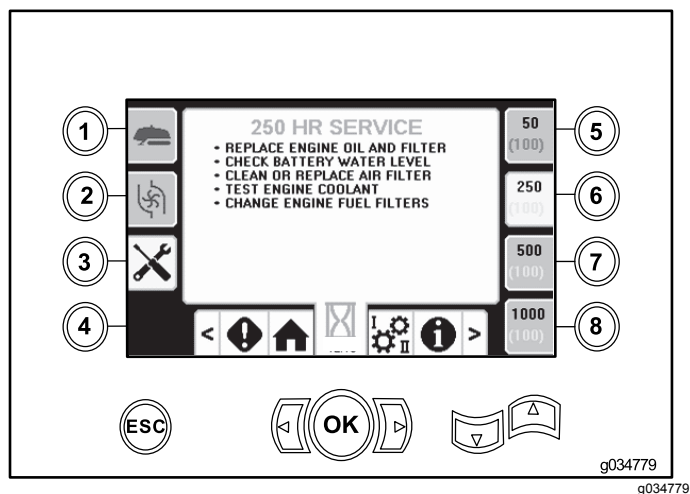

Figure 52
- Bouton 6 – à 250 heures (Figure 52)